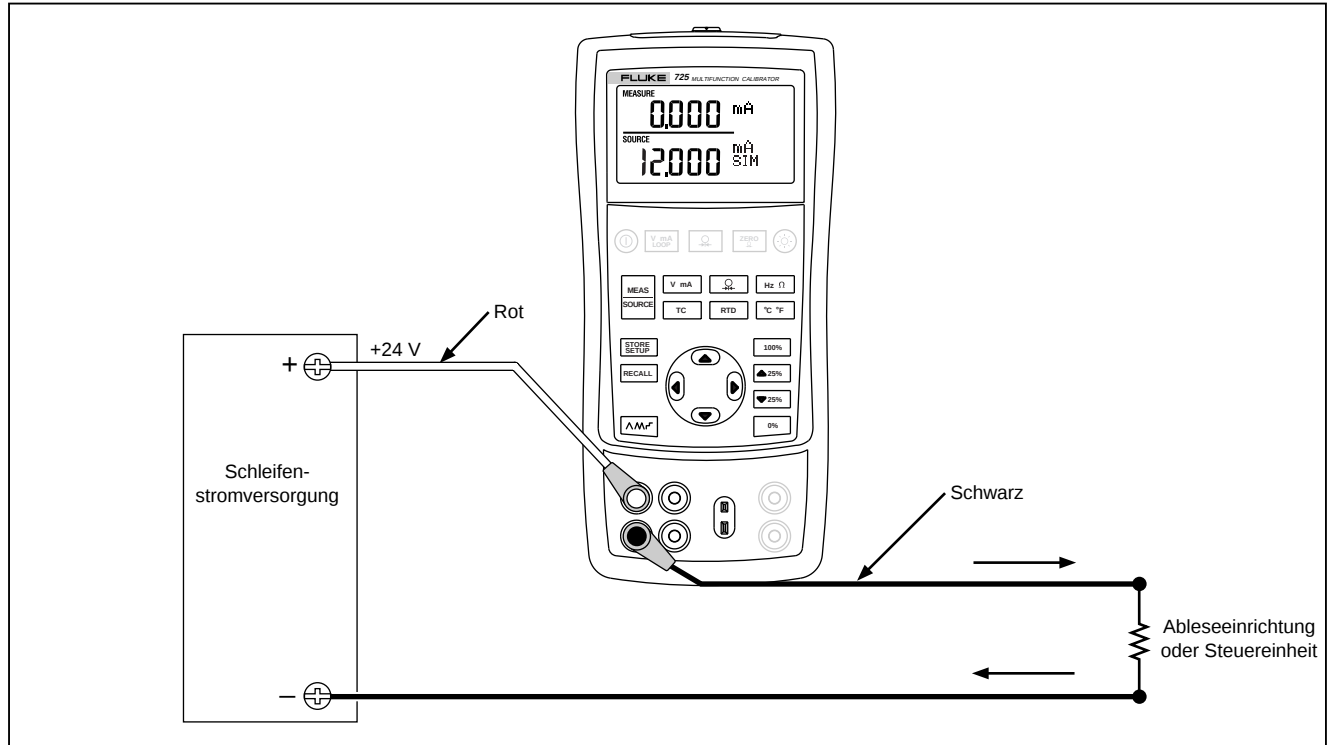

Abbildung 13. Verbindungen zum Simulieren eines 4-20-mA-Transmitters
1. Die 24-Volt-Schleifenstromquelle gemäß Abbildung 13 anschließen.